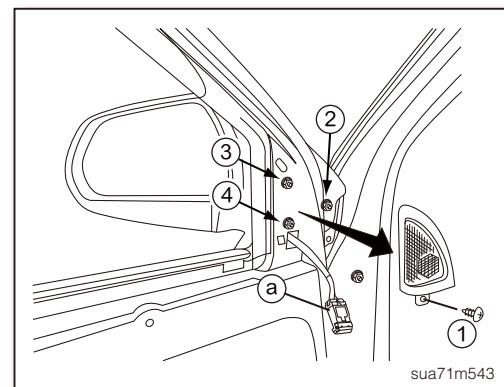

图2
2. 拆下前门高音喇叭固定螺丝①, 接着取下前门高音喇叭(如图2)。
3. 拆开左车门后视镜线束接头ⓐ(如图2)。
5. 拆下左车门后视镜固定螺母②(如图2)。
6. 拆下左车门后视镜固定螺母③、④(如图2)。
5. 拆下右车门后视镜固定螺母②（如图2）。